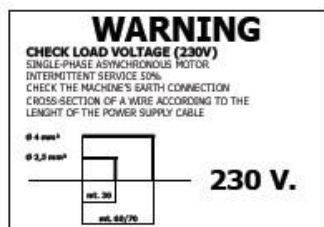

Fig. 1
3. Secțiunea transversală a cablului de alimentare trebuie dimensionată în funcție de lungimea sa. (Fig. 1), pentru a evita caderile de tensiune care pot provoca accidente. Se recomandă un cablu cu o secțiune de  $2,5 \text{ mm}^2$  pt. cabluri cu o lungime de până la 30 m, și o secțiune de  $4 \text{ mm}^2$  pt. cabluri cu o lungime de până în 100m.